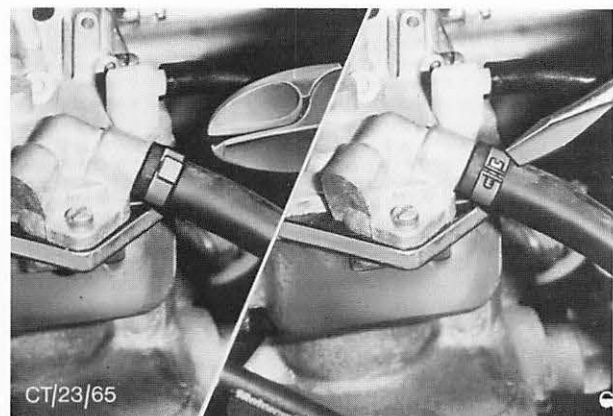

Abb. 38 Kraftstoff-Zufuhrleitung am Vergaser ab- und anschließen
7. Unterdruckleitung, Belüftungsschlauch und Kraftstoff-Zufuhrleitung abschließen. Ist eine Klemmschelle montiert, so muß diese durch eine Schraubschelle ersetzt werden. Abb. 38.